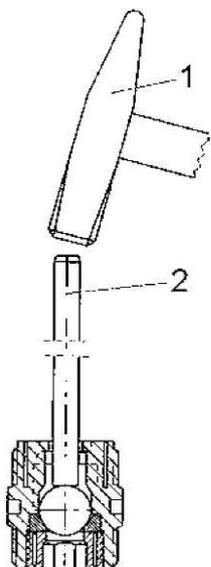

Рис. 18: Нажатие на уплотнение
- осадите тарелку клапана, слегка постучав по шарiku молотком (1) через латунный стержень (2) – см. рис. 18;